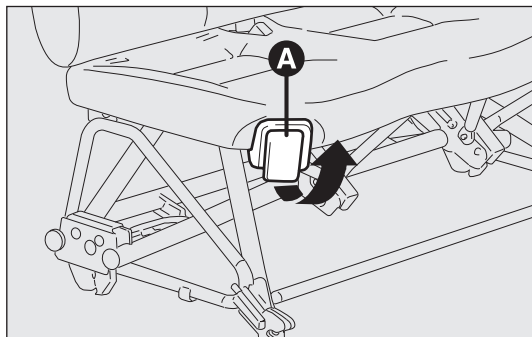
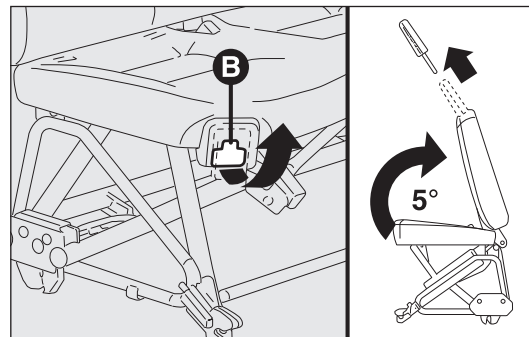

fig. 34
fig. 35
Höj spaken A-fig. 34 och fäll ryggstödet framåt.
- Höj spaken B-fig. 35 (som sitter under spak A-fig. 34) med högerhanden.